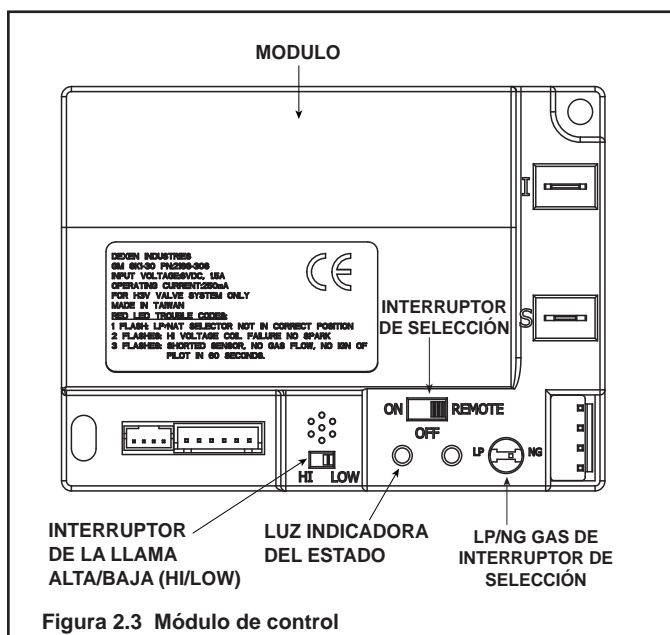

Figura 2.3 Módulo de control
1. El módulo de control cuenta con un interruptor de selección ON/OFF/REMOTE que controla las siguientes funciones. Consulte la Figura 2.3.
2. Si utiliza un interruptor de pared con el módulo de control en la posición de REMOTE, la llama puede ser ajustada con el interruptor HI/LO que se encuentra en el módulo. Consulte la Figura 2.3. El interruptor de la llama ALTA/BAJA (HI/LOW) se desactivará una vez que un mando a distancia opcional (RC300CE) sea programado con el módulo de control. El módulo de control siempre encenderá la chimenea con la llama alta y se mantendrá de esa manera por los primeros 10 segundos de operación. Si el interruptor de la llama se encuentra en la posición BAJA (LOW), la llama será automáticamente ajustada a la posición BAJA (LOW) una vez que la llama haya sido establecida después de 10 segundos. Después de 10 segundos la llama puede ser ajustada de ALTA (HI) a BAJA (LOW) con el interruptor.